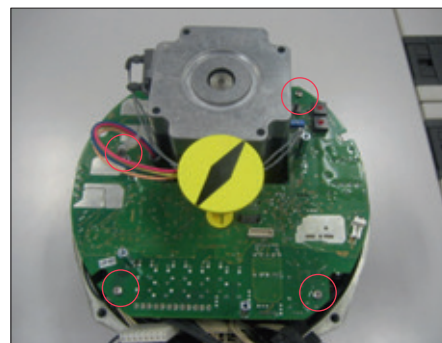

Figura 42
- Avvitare i 3 distanziali e svitare la vite che fissa il cavo del motore (Figura 42).